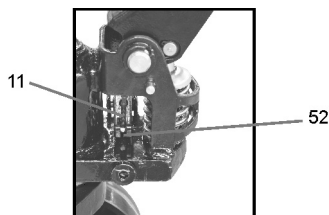

Fig. 6 – Encaixe da corrente
- d. O pistão de acionamento do cabo vem travado com um pino “B”, ver fig. 6.
- e. Para o correto funcionamento do equipamento, posicione o cabo totalmente na horizontal e remova o pino trava da mola "B", ver fig. 6.
Em caso de necessidade de ajuste da alavanca para elevar ou baixar a carga, faça o ajuste através do parafuso "54", conforme fig. 6, e depois de concluído o ajuste, trave o parafuso "54" apertando a porca "53".